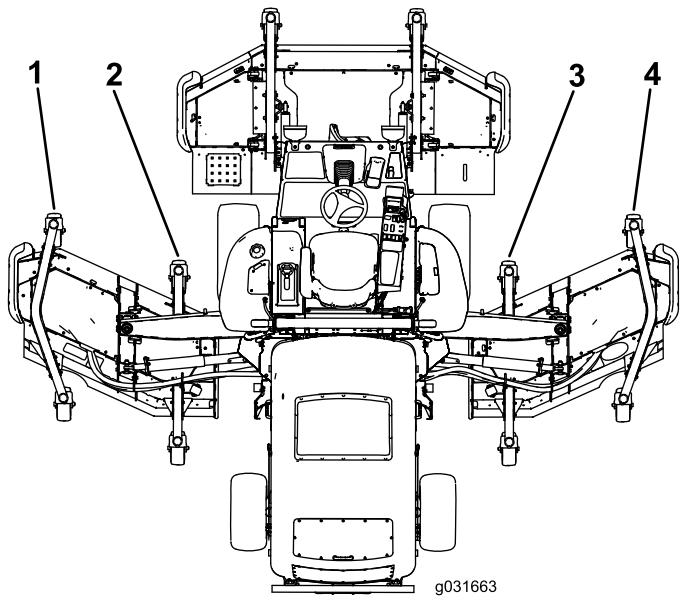

Figura 29
- Si el borde interior de la unidad de corte lateral está demasiado alto respecto al borde exterior de la unidad de corte delantera, retire 1 suplemento de la parte inferior del brazo interior delantero de la rueda giratoria en la unidad de corte lateral (Figura 28 y Figura 29).
6. Si el borde interior sigue estando demasiado alto, retire otro suplemento de la parte inferior del brazo interior delantero de la rueda giratoria de la unidad de corte lateral y un suplemento del brazo exterior delantero de la rueda giratoria de la unidad de corte lateral (Figura 28 y Figura 29).
7. Si el borde interior de la unidad de corte lateral está demasiado bajo respecto al borde exterior de la unidad de corte delantera, añada 1 suplemento (3 mm) a la parte inferior del brazo interior delantero de la rueda giratoria en la unidad de corte lateral (Figura 28 y Figura 29).